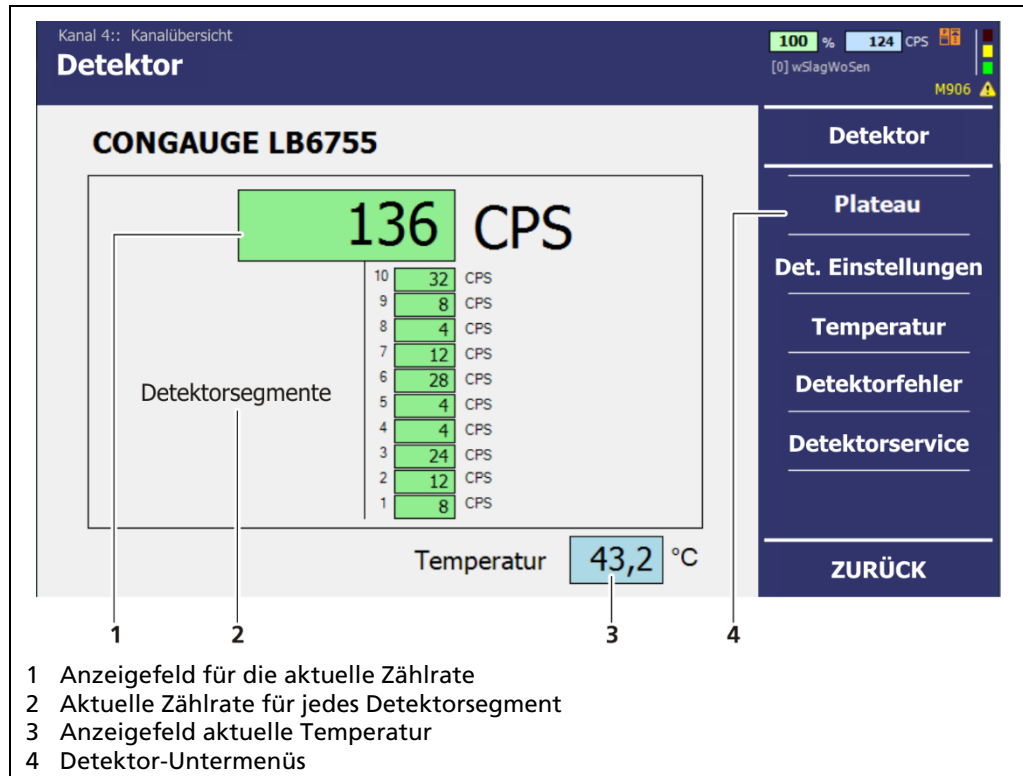

Abb. 10 Menü „Detektor“
- Das Untermenü „Detektor“ wird geöffnet (Abb. 10).
1. Im Menü Kanal X | Kanalübersicht | Detektor, klicken Sie auf <Plateau> (Abb. 10, Pos. 4), um auf das Untermenü "Plateau" zuzugreifen.